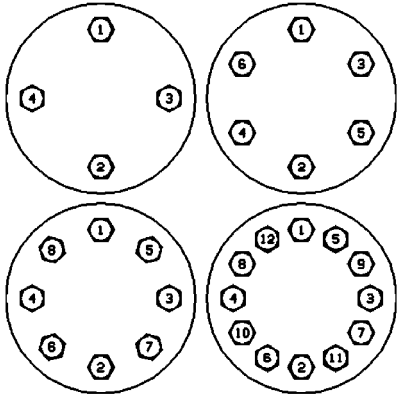

图 8：紧固顺序
- 在阀体螺柱 (6) 螺纹和阀体螺母 (7) 的轴承面涂抹润滑脂。
- 将阀体螺母 (7) 手动组装在阀体螺柱 (6) 上，用手均匀拧紧，使内部零件固定就位。阀盖或阀盖法兰表面应与阀体上表面平行。
- 按表 2 所述增量和图 8 所示顺序施加扭矩，均匀拧紧阀体螺母 (7)。